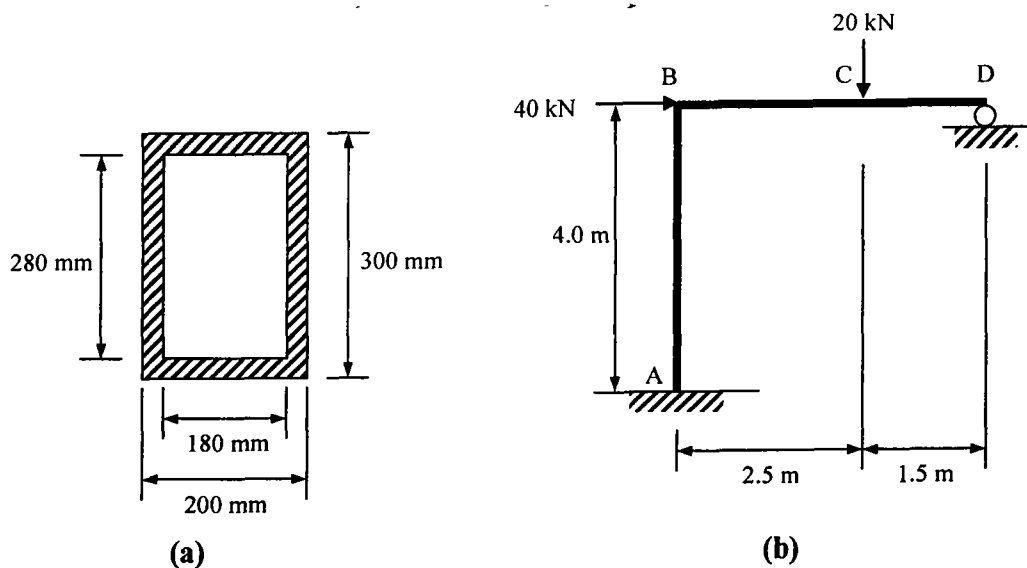

Figure 6 / Rajah 6
- (b) Determine the plastic moment of rectangular hollow section shown in Figure 6(a). The yield stress of the section is  $275\text{N/mm}^2$ .
- (c) Draw **THREE (3)** collapse mechanisms of the frame shown in Figure 6(b) and determine the plastic moment of the frame for each mechanism. Assume load factor is 1.0. If the column and beam of the frame are constructed using the section as shown in Figure 6(a), check whether the frame will undergo plastic collapse.
*Lukiskan **TIGA (3)** mekanisma runtuh bagi struktur kerangka dalam Rajah 6(b) dan tentukan momen plastik bagi setiap mekanisma runtuh struktur kerangka tersebut. Anggap faktor daya sebagai 1.0. Sekiranya tiang dan rasuk kerangka tersebut dibina menggunakan keratan dalam Rajah 6(a), semak samada struktur kerangka tersebut akan mengalami kegagalan plastik.*